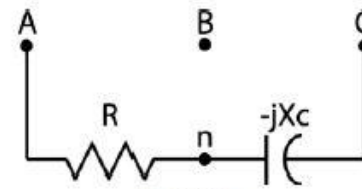

Figura 1. Circuito para determinar secuencia de fase
2.2. A partir de la lista de elementos disponibles en el almacén de laboratorios, seleccione los parámetros R y C para los elementos del circuito de la figura 1, de forma que se cumpla la relación $R=X_c$. (Se pueden utilizar arreglos, serie o paralelo de elementos).
3.2. Ensamble el circuito de la figura 1 utilizando los elementos elegidos en el numeral 2.2.